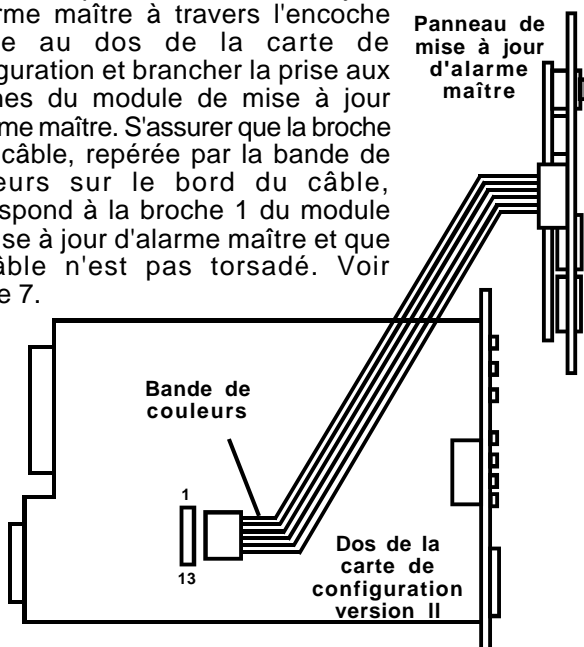

Figure 7 Raccordements du panneau de mise à jour d'alarme maître
- (1) Isoler le bac SYSTEM 57 de toutes les sources d'alimentation.
- (2) Dévisser les 2 vis de la face avant qui fixent la carte de configuration et, à l'aide de l'outil d'extraction fourni avec le système, retirer la carte de configuration du bac.
- (3) Faire passer le câble à embout prise attaché au panneau de mise à jour d'alarme maître à travers l'encoche située au dos de la carte de configuration et brancher la prise aux broches du module de mise à jour d'alarme maître. S'assurer que la broche 1 du câble, repérée par la bande de couleurs sur le bord du câble, correspond à la broche 1 du module de mise à jour d'alarme maître et que le câble n'est pas torsadé. Voir Figure 7.